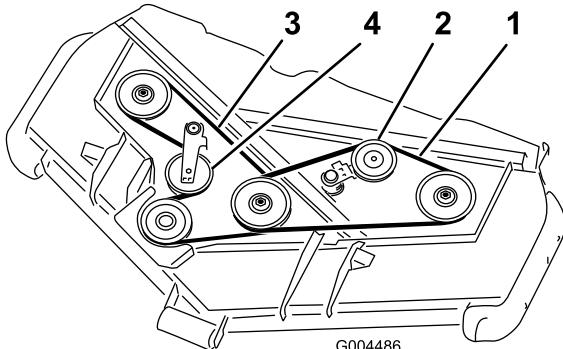

図 58
3. バールなどの工具を使って上ベルト用アイドラ・プーリ(図 58)をベルトから引き離してベルトの張りをなくす。
4. バールなどの工具を使って下ベルト用アイドラ・プーリ(図 58)をベルトから引き離してベルトの張りをなくす。
5. 図 58 のように、ギア・ボックス・プーリ、下ベルト用スピンドル・プーリ、アイドラ・プーリに新しいベルトを回しかける。
6. 図 58 のように、上ベルト用スピンドル・プーリとアイドラ・プーリ・アセンブリに新しいベルトを回しかける。